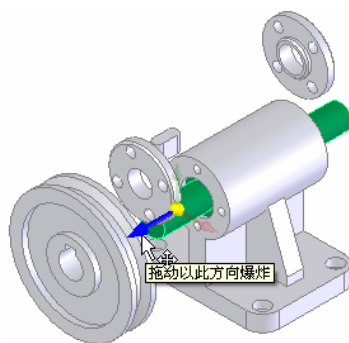

图 12-41 设置爆炸方向
⑪ 爆炸传动轴。在“设定”复选框中的“爆炸步骤零部件”一栏中，用鼠标选择视图中或者装配体“FeatureManager 设计树”中的“传动轴”零件，单击视图中显示爆炸方向坐标的向左侧的方向，如图 12-41 所示，并单击“爆炸方向”一栏前面的“反向”按钮图标，调整爆炸的方向。